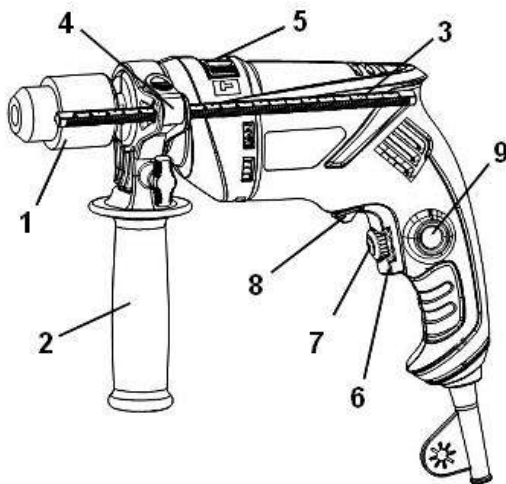

Рисунок 1
3.4.1 Изделие имеет два режима работы: ударно-вращательный и вращательный. Переключение режимов работы изделия осуществляется переводом переключателя (5) (см. рис. 1) из одного крайнего положения в другое в сторону соответствующего символа режима работы:
- Ударно-вращательный режим – переключатель (5) должен быть переведен до упора в сторону символа **T**.
- Вращательный режим – переключатель (5) должен быть переведен до упора в сторону символа **A**.
5.2 Выберите необходимый режим работы изделия с помощью переключателя (5) (см. рисунок 1).
Переключение режимов работы изделия осуществляется переводом переключателя (5) (см. рис.1) из одного крайнего положения в другое в сторону соответствующего знака режима работы: